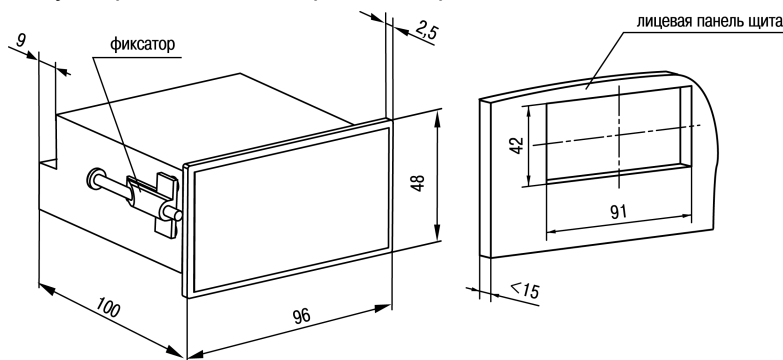

Рисунок 4.7 – Габаритные размеры корпуса Щ2
1. Подготовить на щите управления монтажный вырез для установки прибора (см. рисунок 4.7).